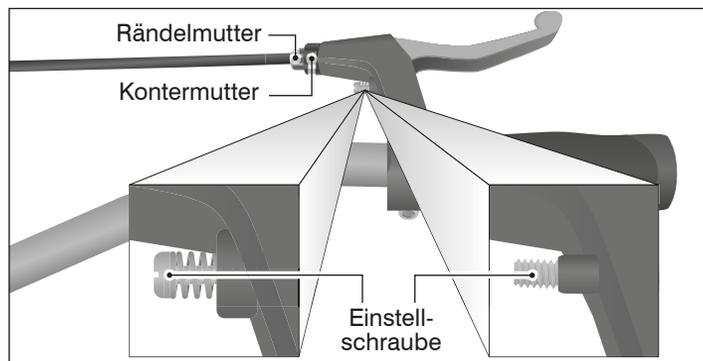

Abb.: E-1 Einstellungen am Bremshebel der Felgenbremse mit Bremsseil.
1. Drehen Sie die Einstellschraube so weit hinein, dass Sie den Bremsgriff sicher bedienen können (siehe Abb.: E-1).
1. Drehen Sie die Kontermutter links herum eine bis zwei Umdrehungen (siehe Abb.: E-1).